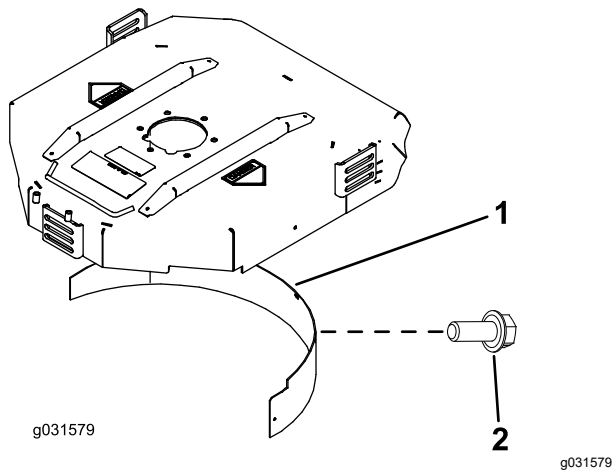

图 9
2. 将碎草隔板装入后开口内并使用 5 个凸缘头螺栓进行固定 图 9。